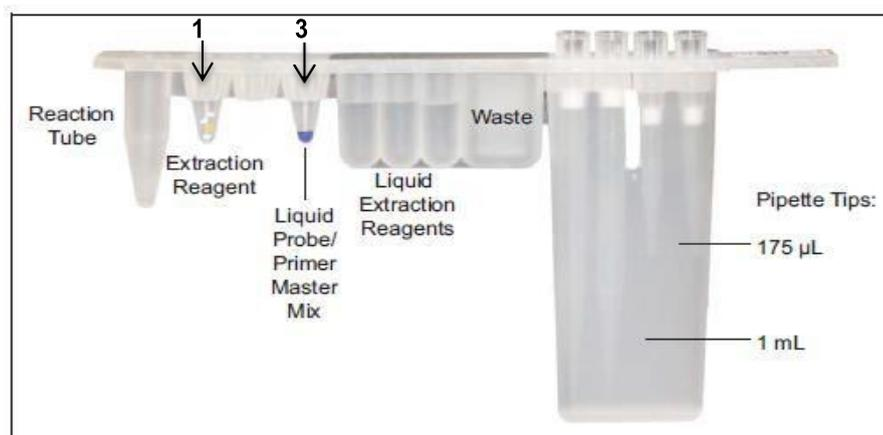

Figura 1: Configuración de la tira de reactivos de ADN
- 2.2.b. Inserte un tubo BD ExK-1 de reactivo de extracción (film blanco) en la posición 1 de la tira de reactivos de ADN, véase Figura 1.
- 2.2.c. Inserte un tubo de reactivo CPE Screen (film azul) en la posición 3 de la tira de reactivos de ADN, véase la Figura 1.